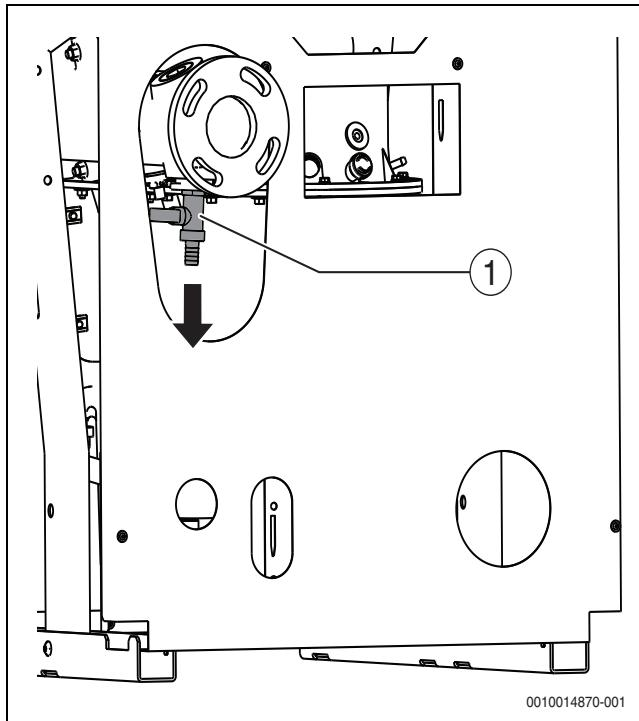

Рис. 16 Демонтаж сливного крана (показан котёл с фланцевыми соединениями, правое исполнение)
- ▶ Демонтируйте сливной кран на обратной линии (→Рис. 16)